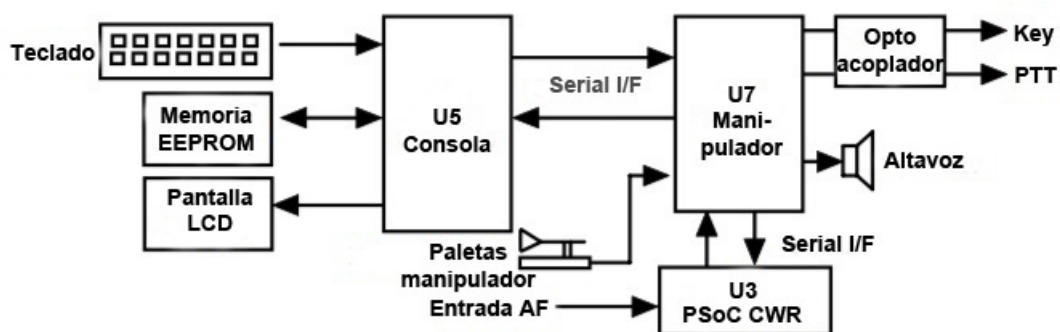

Figura 6 – Diagrama de Bloques del Teclado CW del K44
Como se muestra en el diagrama de bloques en la Figura 6 que sigue, dos microcontroladores PIC comparten la tarea de convertir pulsaciones de tecla en código Morse. El chip U5, como PIC de Consola, es el responsable de recibir las pulsaciones del teclado y de determinar lo que hacer con ellas. El chip U7 es el PIC del manipulador, el cual está controlado también por el PIC de Consola. Su tarea principal es la de generar código Morse, monitorear la entrada de las paletas y comunicarse con el lector PSoC de CW. Los dos PICs, U5 y U7, se comunican a través de un interfaz serie (I/F en el gráfico) que va a 9600 baudios. El PIC del manipulador asimismo propulsa al PIC de Consola a través de un control de flujo interbanda. Una memoria EEPROM de 4 Kilobytes, conectada al interfaz I2C del PIC de Consola, almacena hasta 12 mensajes, a los ajustes del sistema y conserva también el tecleo por adelantado y los buffers de la pantalla LCD.
Las letras introducidas por medio del teclado son colocadas directamente en la Ventana de Entrada del Teclado (KIW). Esta ventana tiene una correspondencia directa con el buffer de entrada descrito anteriormente. En otras palabras, muestra lo que sea colocado en dicho buffer de entrada. El PIC de la Consola (U5, figura 6) saca los datos desde el buffer de entrada y los traslada al PIC del manipulador (U7, figura 6), donde serán mezclados –en su caso– con las letras que hayan sido manipuladas directamente por medio de las paletas y después enviados para manipular el transmisor (a través del optoacoplador, como se recordará). A medida que los datos son enviados a la salida de manipulación para controlar el transceptor, dicha salida es repetida para ser mostrada en la Ventana de Eco (EW). Cuando no se está en modo CWR, esto es fácil de comprender: La ventana KIW muestra lo que está siendo introducido con el teclado y la ventana EW muestra, en tiempo real, lo que esté siendo enviado. La ventana EW muestra también lo que esté siendo entrado con las paletas (si se entra bien, claro). La ventana por defecto es la de KIW, dado que usted deseará ver lo que esté tecleando, y mirará ocasionalmente a la ventana EW para monitorizar el envío del texto.